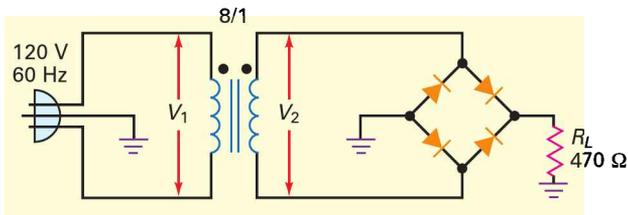

Figure 4.39
4.12 **||| Multisim** Quelles sont les valeurs crête, moyenne et continue de la tension de sortie du montage de la figure 4.39 dans le cas de diodes idéales ? Tracez la forme du signal de sortie.
4.14 Si la tension secteur de la figure 4.39 varie de $105V_{\text{eff}}$ à $125V_{\text{eff}}$, quelles sont les valeurs maximale et minimale de la tension continue à la sortie ?